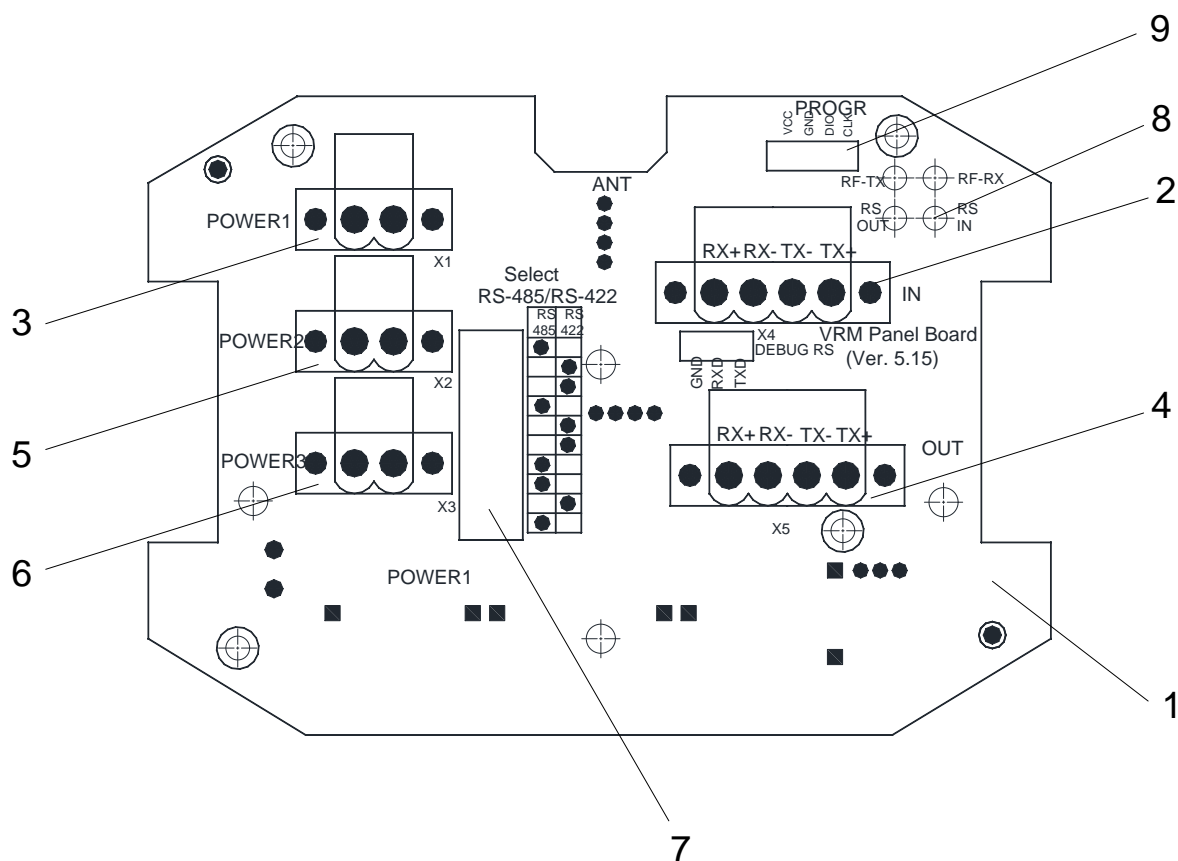

Рисунок 3.2 – Радиомодуль выносной «BPM».
На клеммной плате **1** имеются винтовые клеммы типа TB-25-2PS **IN** (вход RS422/RS485) **2** и **OUT** (выход RS422/RS485) **4** (см. рис. 3.2 и табл. 3.1).
Назначение клемм (рис. 3.2) внешних интерфейсов указано в табл. 3.1.
- установить перемычки (джамперы) **7** (рис. 3.2) в соответствии с используемым интерфейсом;
- на винтовую клемму (табл. 3.1 и рис. 3.2) **2** подключить интерфейсный кабель (вход), а на клемму **5** - кабель питания, на клеммы **4** и **6** - соответственно интерфейсный кабель (выход) и кабель питания;
- при необходимости, на клемму **3** (табл. 3.1 и рис. 3.2) подключить кабель питания от блока питания БП-220/24А/12А;